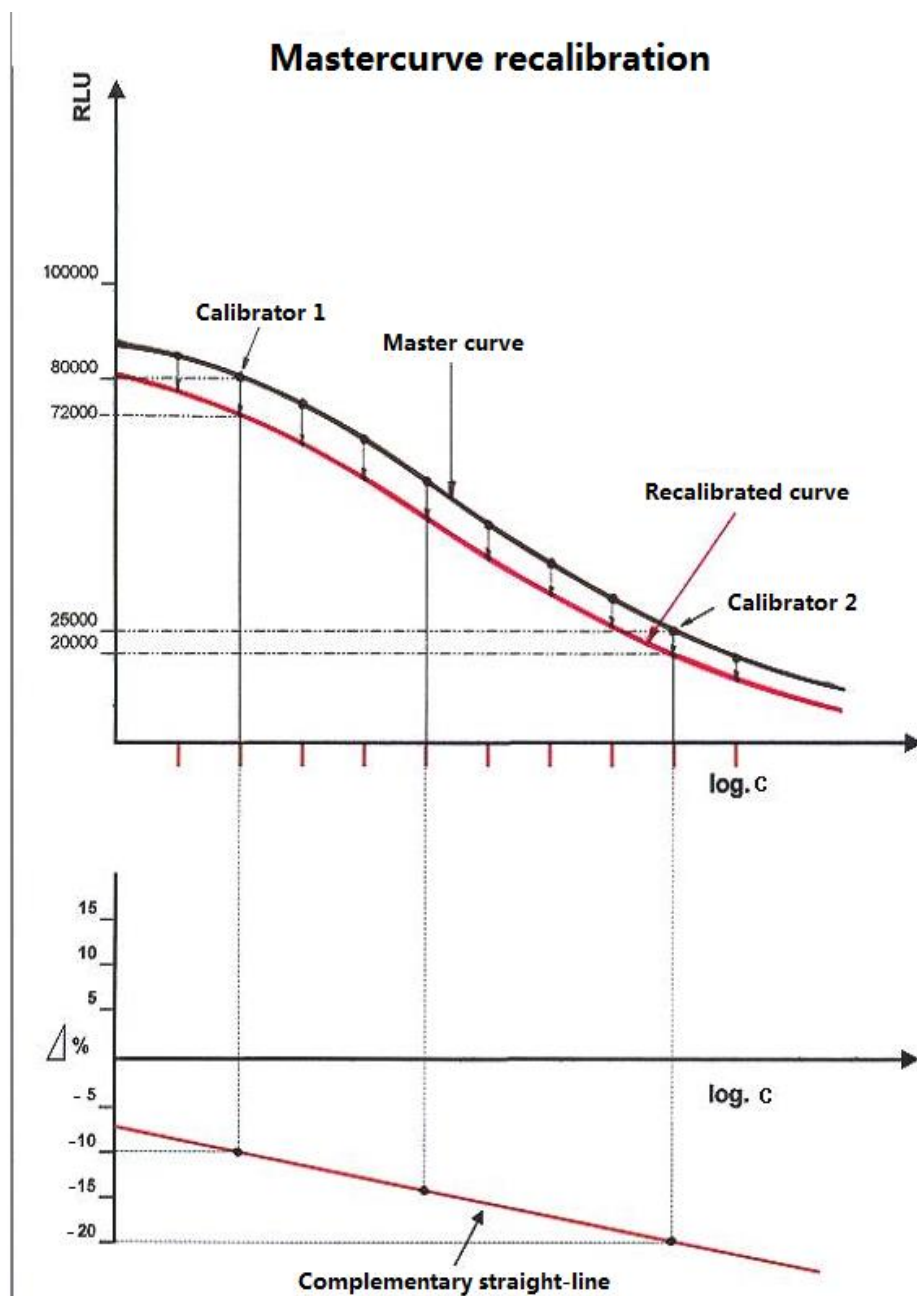

Fig. 1.3-1 Princípio de calibração
- A curva recalculada é a curva de trabalho válida (consulte a Fig. 1.3-1: Princípio de calibração).